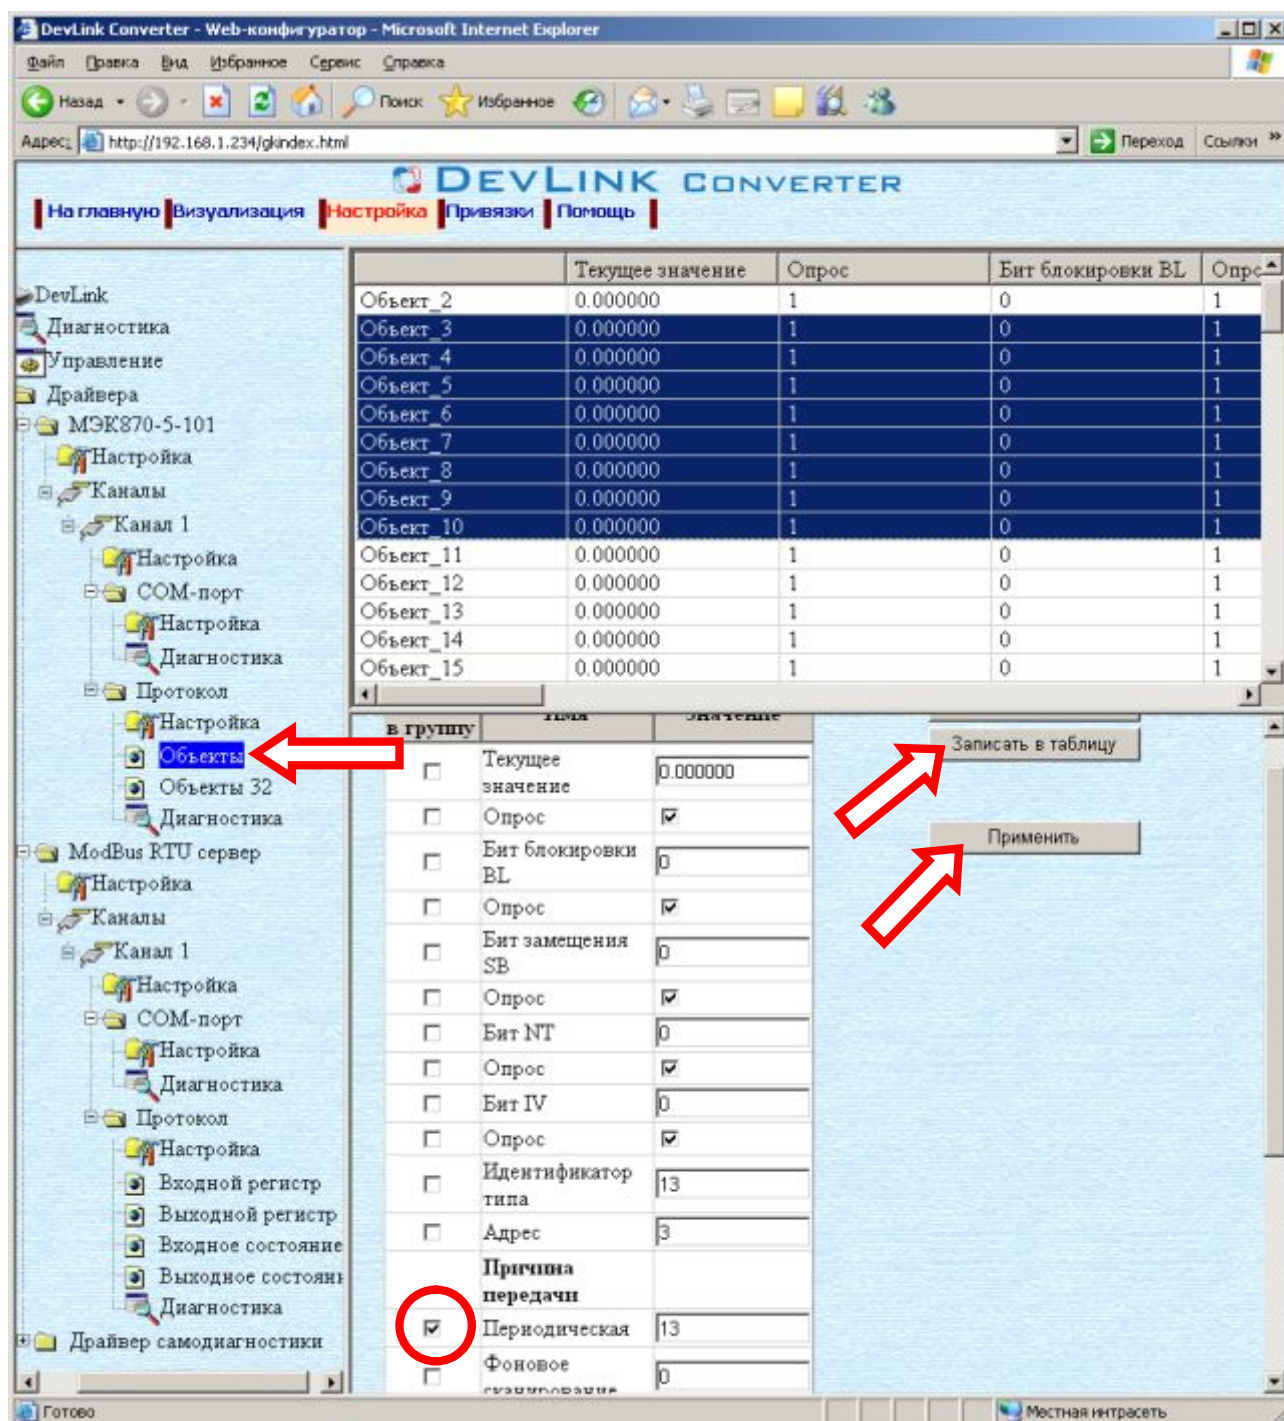

Рисунок 3.9 - Настройка объекта информации
- Выберите в дереве лист «Объекты» (рисунок 3.9)